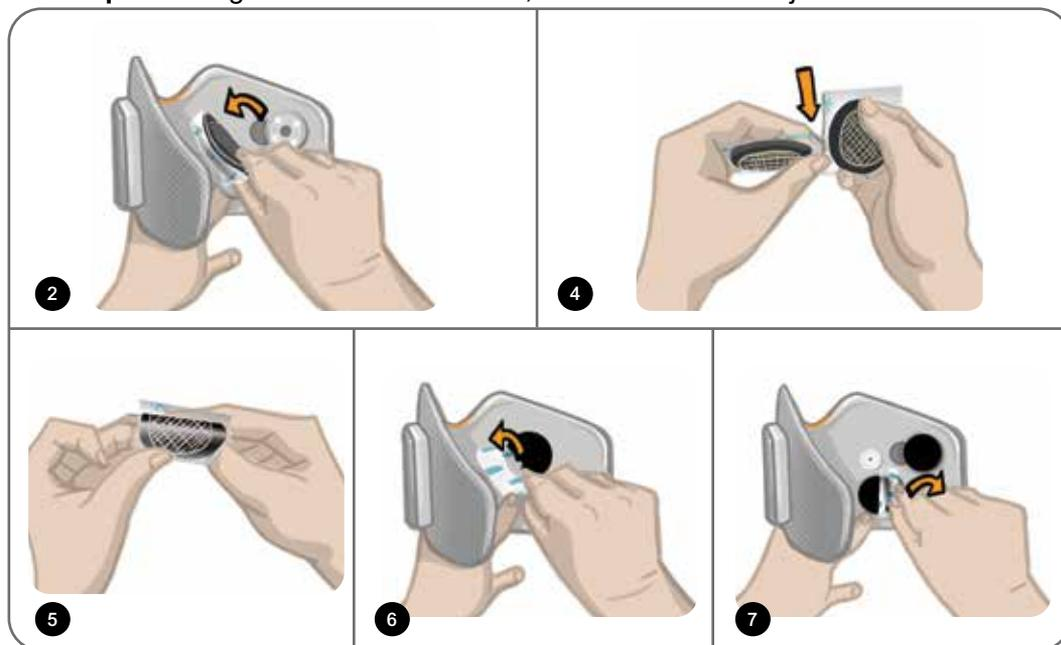

Figure 8-6 : Remplacement des électrodes hydrogel
**Pour remplacer les électrodes hydrogel : (reportez-vous à la figure 8-6)**